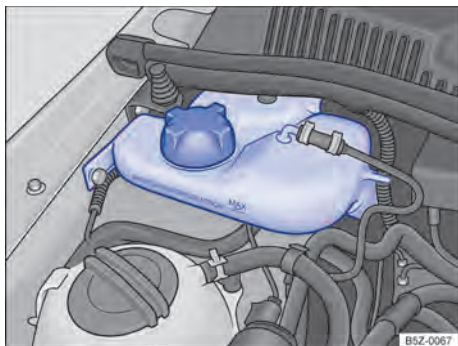

Fig. 134 No compartimento do motor: reservatório de gasolina para o sistema de partida a frio.
O reservatório de gasolina do sistema de partida a frio encontra-se no compartimento do motor, no lado direito \Rightarrow Fig. 134.
- Nunca ultrapassar a marca “MAX” indicada no reservatório \Rightarrow Fig. 134.